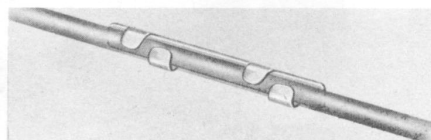

Fig. 15 — B Adhesive Clip
3.13 B adhesive clip (Fig. 15)